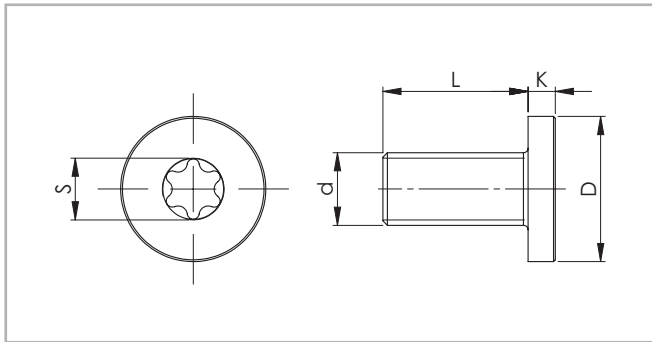

Fig. 72
Ces vis sont fournies. Tous les autres rails sont fixés à l'aide de vis à têtes fraisées ou cylindriques selon DIN 7991 ou DIN 7984. Pour les tailles 63 des séries AKE et DTS, des vis Torx® à têtes cylindriques plates sont disponibles sur demande (voir fig. 72).
- Les guidages Telescopic Rail sont adaptés au fonctionnement continu dans des systèmes automatiques. La course doit être constante lors de tous les cycles de déplacement et la vitesse de déplacement sera vérifiée (voir p. TR-44, fig. 72). Le mouvement des rails télescopiques est assuré par les cages à billes internes, qui pourraient développer un décalage par rapport à la position initiale en cas de variations des courses. Ce décalage de phase peut altérer les caractéristiques de glissement ou limiter la course. Si des courses variables surviennent dans une application, la force d'entraînement doit être dimensionnée de manière suffisante pour pouvoir synchroniser le décalage des cages à billes. Dans le cas contraire, une course maximale supplémentaire sera prévue à intervalles réguliers, afin d'assurer le bon positionnement de la cage à billes.